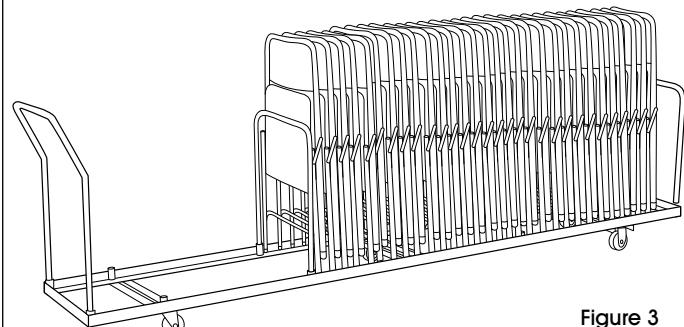

Figure 3
- If more than 25 chairs are stacked, start stacking chairs on right. (See Figure 3)
- Lorsque vous avez plus de 25 chaises à ranger, commencez à les empiler sur le côté droit du socle roulant. (Voir Figure 3)